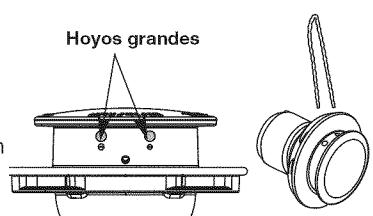

Fig. 27
4. Inserte ambos extremos de la línea en los orificios adecuados ubicados al costado del cabezal de corte (Fig. 27).